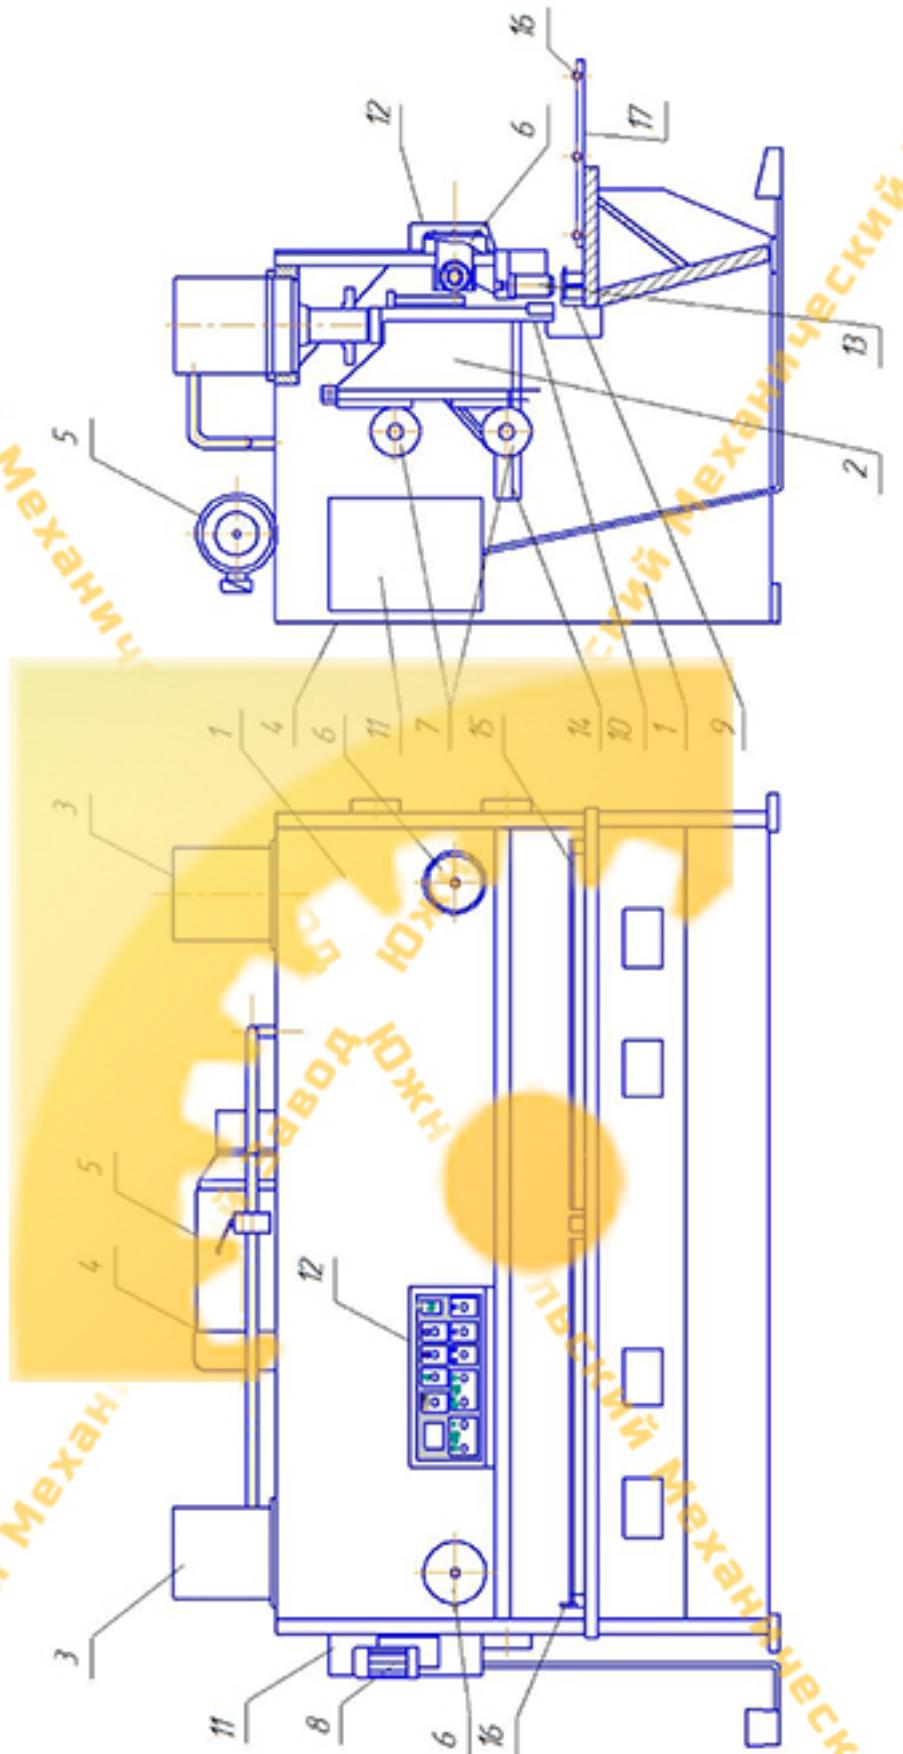

Рис. 2 Общий вид с обозначением составных частей ножниц.
4.1. Общий вид с обозначением составных частей ножниц (рис.2).
5.5. Станина (Рис. 2, поз. 1)
5.6. Ножевая балка (Рис. 2, поз. 2)
5.7. Левый и правый гидравлический цилиндры (Рис. 2, поз. 3)
5.8. Гидравлическая система (Рис. 2, поз. 4)
5.9. Прижим (Рис. 2, поз. 13)
5.10. Регулировка зазора между ножами (Рис. 2, поз. 8).
5.11. Электрооборудование. (Рис. 2, поз. 11).